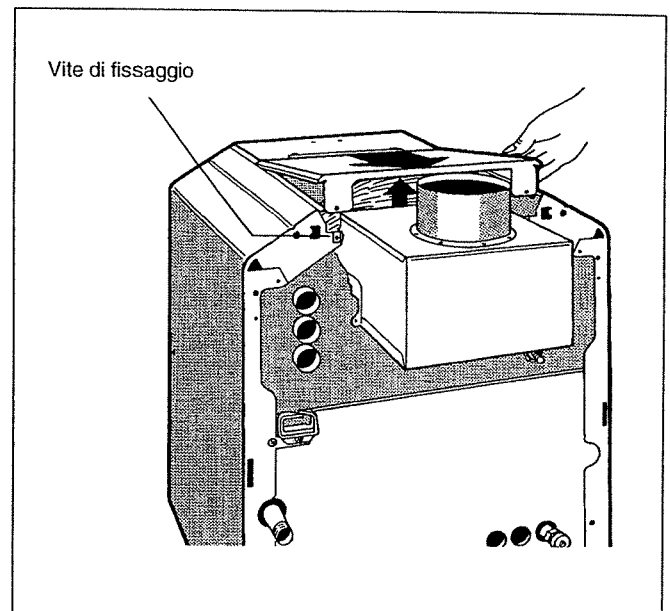

Fig. 8: Rimuovere il coperchio caldaia posteriore
- Svitare le due viti di fissaggio dal coperchio caldaia posteriore. Sollevare il coperchio caldaia posteriore ed estrarlo dal retro (Fig. 8).